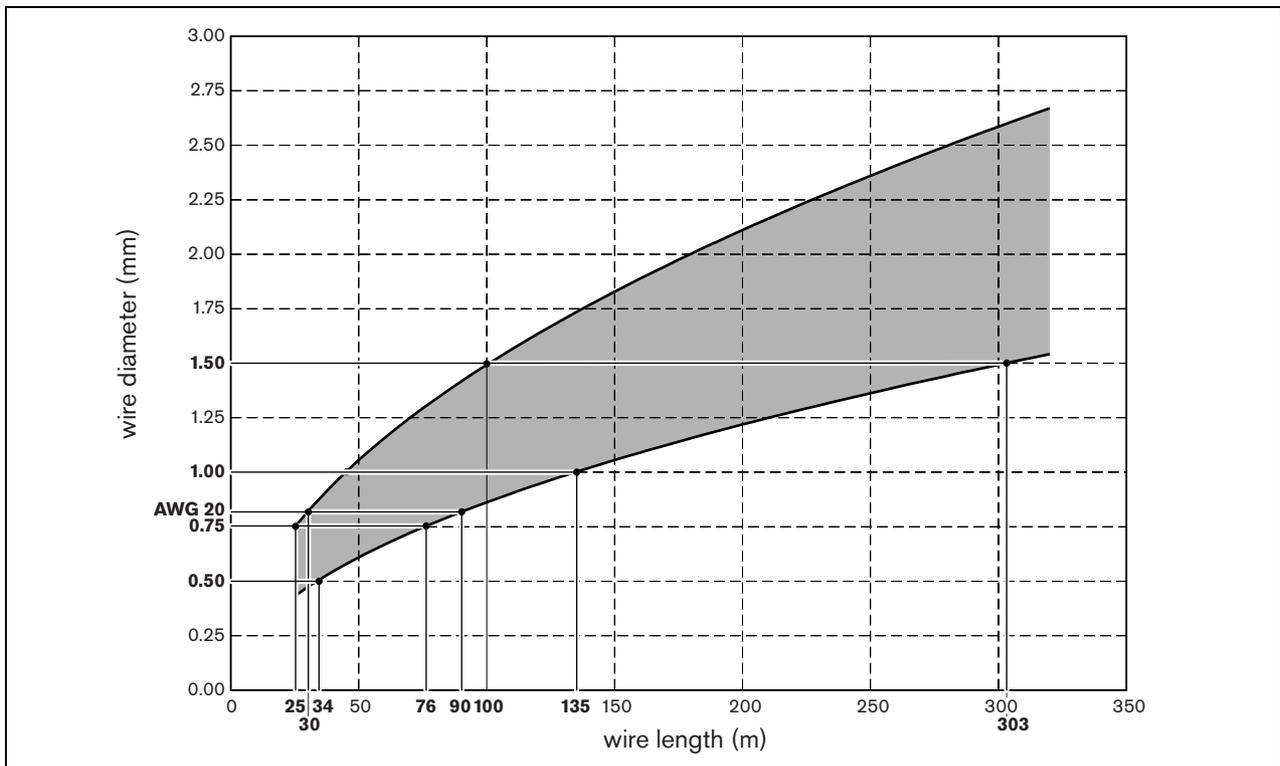

figura 2.9: Diámetro de cable frente a longitud de cable (cables de cobre)
- 2 Use la figura 2.9 para obtener el diámetro de cable permitido.
Por ejemplo, en una sala rectangular con un ancho (W) de 10 m y una longitud (L) de 30 m, la longitud de cable es 80 m. Según la figura 2.9, el diámetro de cable debe estar entre 0,77 y 1,34 mm. Así, puede utilizar cable AWG 20 o un cable con un diámetro estándar de 1,00 mm.